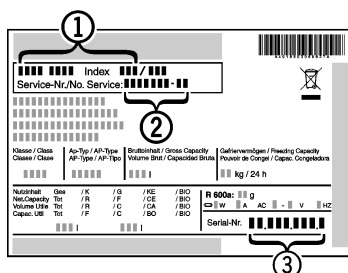

Fig. 5
- Relever la désignation de l'appareil Fig. 5 (1), le n° de service Fig. 5 (2) et le n° de série Fig. 5 (3) sur la plaquette signalétique. Cette plaquette se trouve sur la paroi intérieure gauche de l'appareil.
- Informer le S.A.V. et lui communiquer la panne, la désignation de l'appareil Fig. 5 (1), le n° de service Fig. 5 (2) et le n° de série Fig. 5 (3).